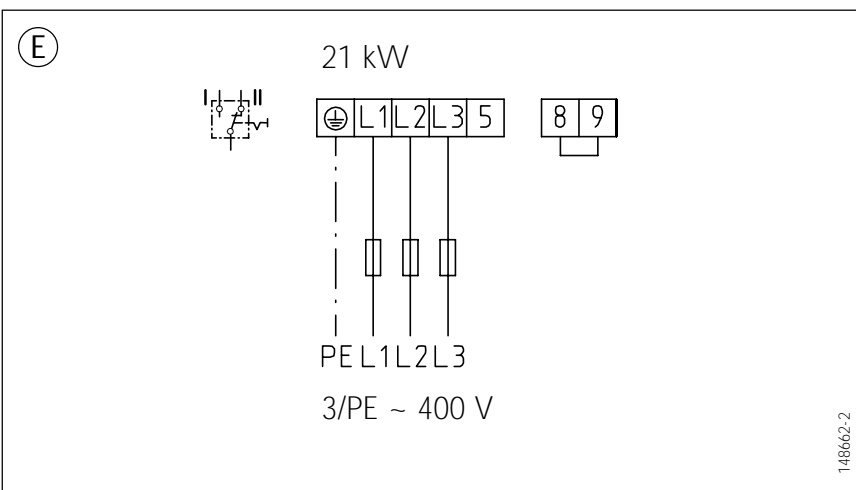

Abb. 15/Fig. 15/Afb. 15
- Ⓔ Einkreispeicherbetrieb, Abb. 15